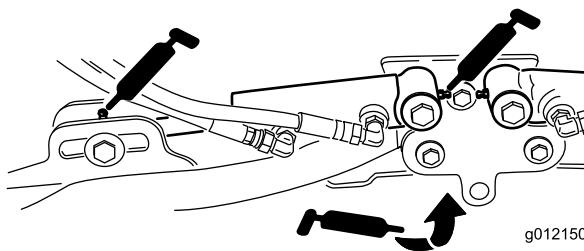

Figura 62
- Cilindros do braço de elevação da unidade de corte (2 de cada) (Figura 62)
- Articulações do braço de elevação (1 de cada) (Figura 62)